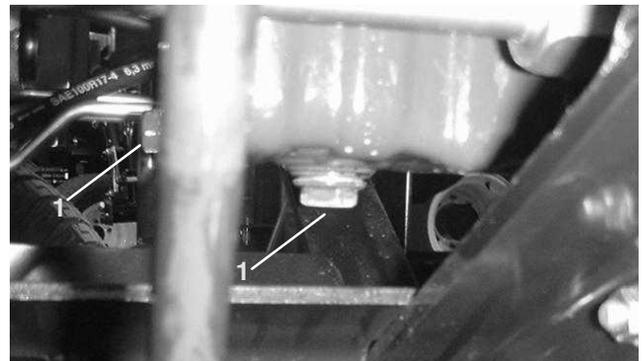

Bild 47
1. Entfernen Sie die Ablassschraube (Bild 47) und lassen Sie das Öl in die Auffangwanne ab. Schrauben Sie die Ablassschraube wieder ein, nachdem das Öl abgelassen ist.